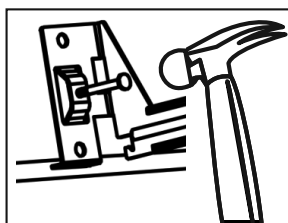

Figure 7
Étape 1. Étendre les cintres de barres entre les solives. Chaque pied de suspension de barre est profilé pour aligner avec le bas des solives de plafond (Fig. 6). Mettre le cadre en place en martelant dans les ongles à chaque pied (Fig. 7).